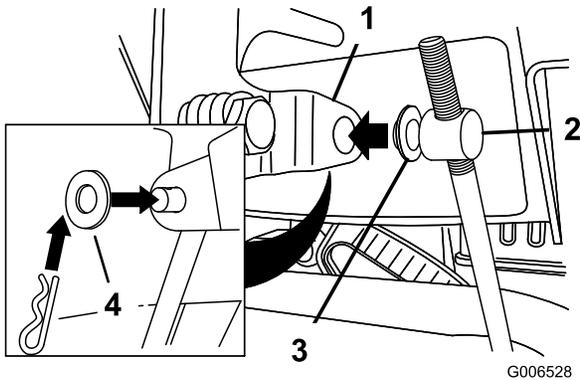

Bild 5
3. Legen Sie eine Flachscheibe auf den Drehzapfen (Bild 5).
6. Heben Sie die Geschwindigkeitsschalstange an und setzen Sie den Drehzapfen in das Loch im Geschwindigkeitsschalthebel (Bild 5).
- B. Schließen Sie den Drehzapfen vom Geschwindigkeitsschalthebel ab (Bild 5).
- C. Drehen Sie den Drehzapfen auf der Geschwindigkeitsschaltstange nach oben (nach links) (Bild 5).
- D. Schließen Sie den Drehzapfen am Geschwindigkeitsschalthebel an (Bild 5).
- C. Drehen Sie den Drehzapfen auf der Geschwindigkeitsschaltstange nach unten (nach rechts) (Bild 5).